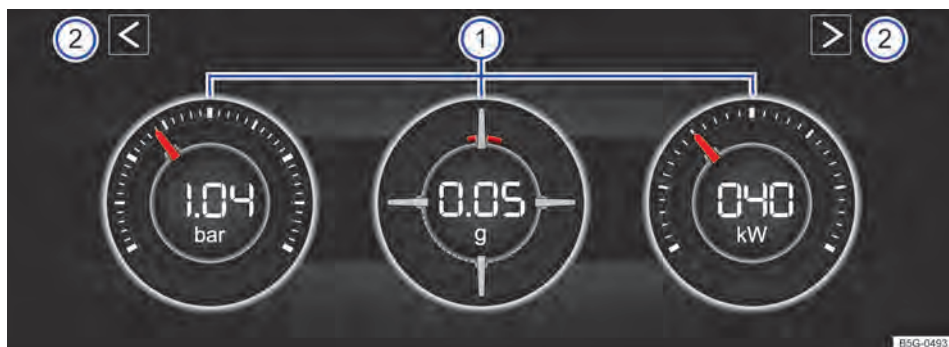

Fig. 26 No display do sistema Infotainment: monitor de desempenho.
Se você deseja alternar entre o monitor de desempenho e o Laptimer → Página 39, toque em um dos botões de seta à esquerda e à direita acima dos instrumentos → Fig. 26 ②.
O display pode exibir, no máximo, três instrumentos simultaneamente. Cada um dos instrumentos pode ser selecionado para cada uma das áreas de exibição → Fig. 26 ① (esquerda, meio, direita).
- **Indicação da pressão de carga:** a indicação da pressão de carga → Fig. 26 ① (à esquerda) exibe a pressão no circuito do ar de sobrealimentação entre o turbocompressor e o motor (em “bar”). Quanto mais o ponteiro ficar à direita na escala, maior será a potência que o motor desprenderá.
- **Acelerômetro (G-Meter):** o acelerômetro (G-Meter) → Fig. 26 ① (centro) indica na área central o valor da aceleração (em “g”). A marcação vermelha na área disposta em tela indica a intensidade da aceleração e a direção da força que atua (conforme os princípios físicos contrários). Se você, por exemplo, conduzir para a esquerda, a marcação vermelha do instrumento se moverá na área direita do instrumento (e vice-versa). Ao acelerar, a marcação vermelha se moverá para baixo.
- **Indicação de potência:** a indicação de potência → Fig. 26 ① (à direita) exibe a potência do motor atualmente demandada na forma de valor digital e analogamente na escala (em kW).